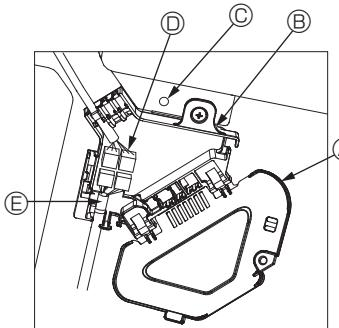
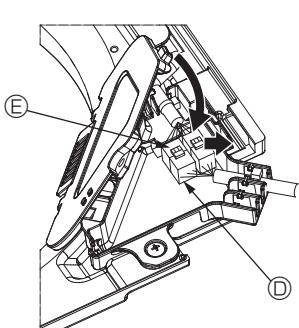

Fig. 10-8
Fig. 10-9
- ① Retire el tornillo que sujeta la cubierta de la caja de conexión, y luego abra la cubierta.
- ② Conecte firmemente el conector del cable de enlace del motor de los deflectores y el conector del cable de dicho motor en la caja de conexión. (Fig. 10-8)
- ③ Cierre la cubierta de la caja de conexión.
- Al cerrar la cubierta de la caja de conexión, deslice la cubierta en la dirección indicada por la flecha y compruebe que el resalte haya quedado firmemente insertado. (Fig. 10-9)